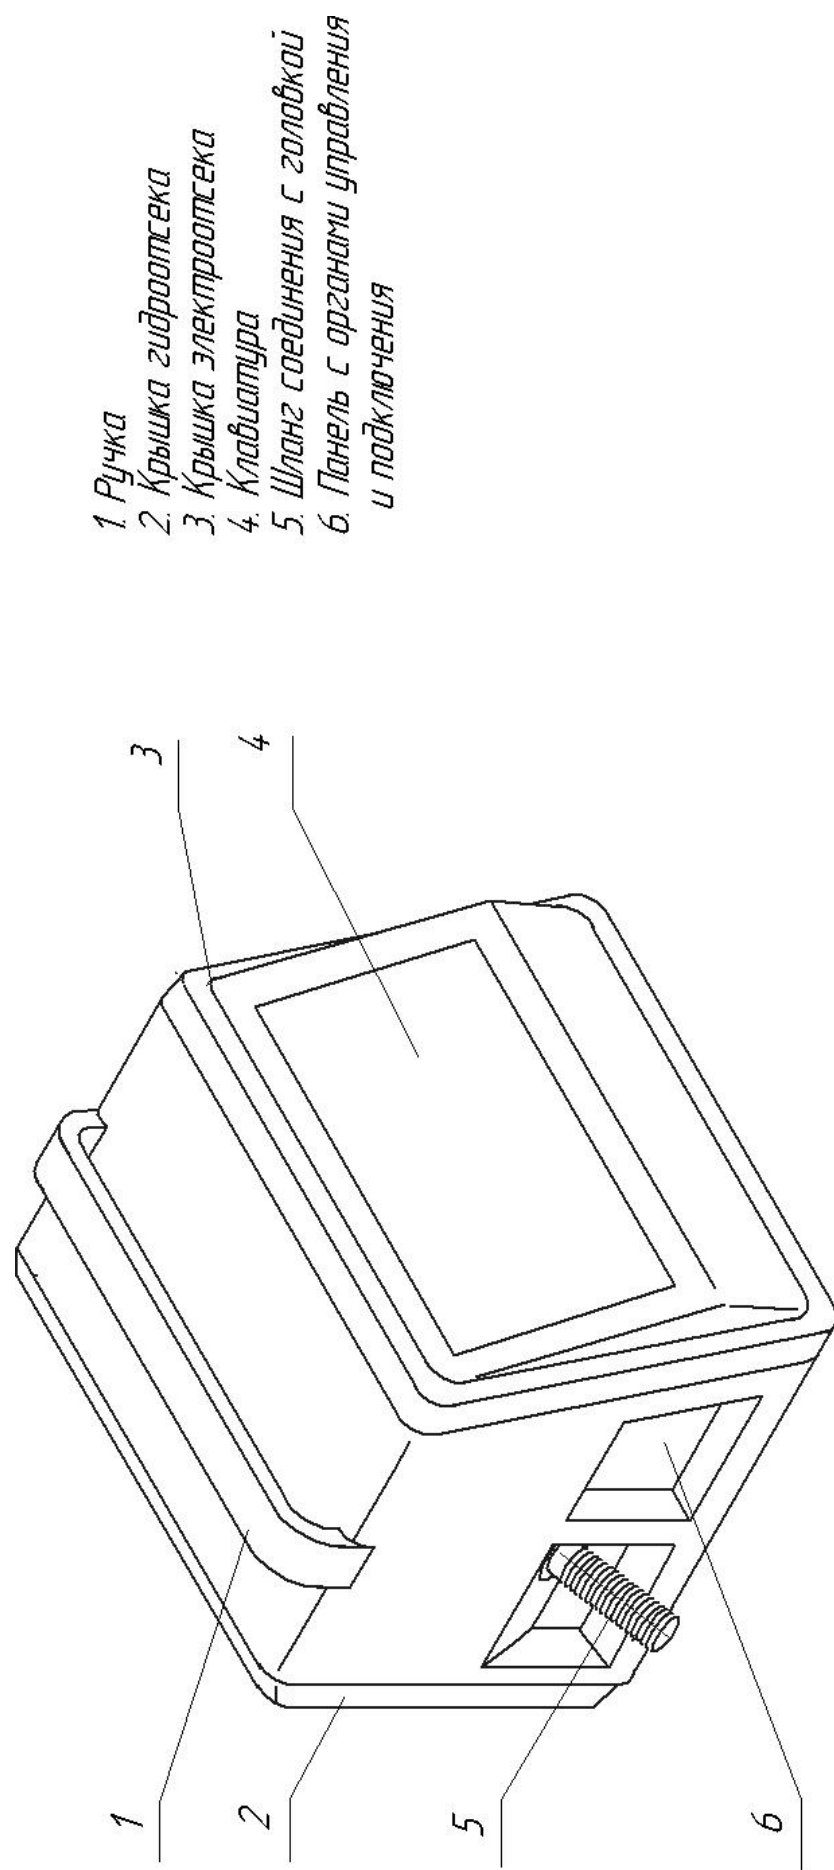

Рис.1.5.5 Корпус RU
1) БМ конструктивно выполнен в виде печатающей головки (ПГ) и соединенного с ней устройства управления (УУ). ПГ выпускаются в исполнениях прямоугольной головки (рис.1.5.2) цилиндрической головки (рис.1.5.3) и блока головок «Дракон» (рис.1.5.4). УУ выпускаются в корпусах, имеющих исполнения (названы условно) RU (рис.1.5.5), RUmini (рис.1.5.6), RT (рис.1.5.7). УУ всех типов функционально и конструктивно разделены на отсек гидросистемы и отсек электропитания и управления печатью